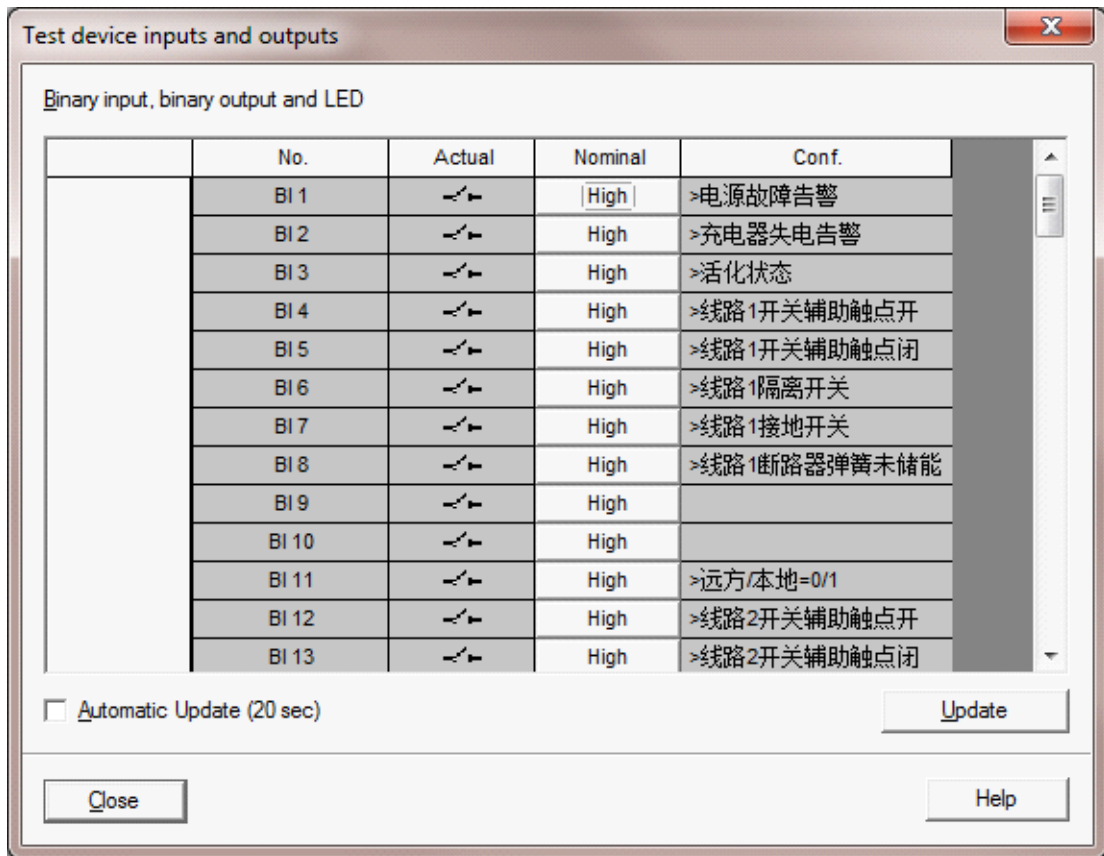

图 3-12 测试开关量输入和输出示例
- 双击显示在列表中的 *硬件测试*，打开相关信息对话框，如图 3-12 所示。